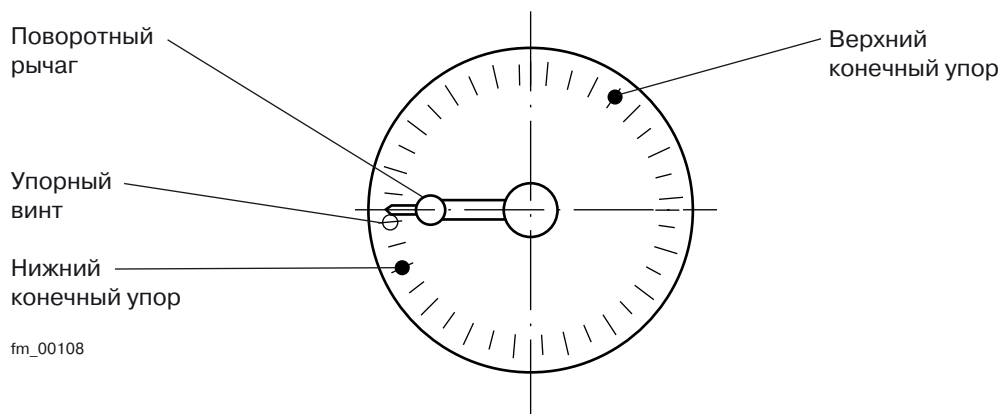

Рис. 9.
Оригинальные винты конечного упора механизма моторного привода (нижний конечный упор и верхний конечный упор, см. Рис. 9) не должны смещаться.
- Отметьте первое отверстие ниже поворотного рычага (Рис. 9).